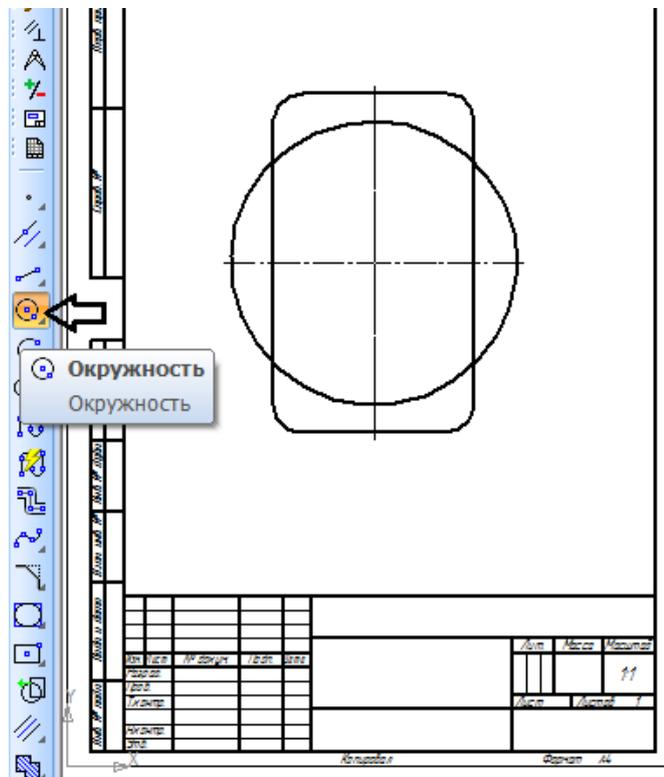

Рисунок 14.
7. В центре прямоугольника постройте **Окружность**: основной линией с осями, $\varnothing 100$ мм (рисунок 14).